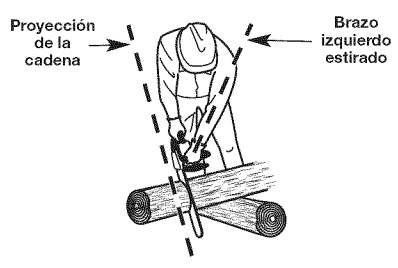

Fig. 15
- Sostenga el brazo izquierdo "derecho" a fin de soportar cualquier fuerza de contragolpe (Fig. 15).
- Todas las partes del cuerpo deben quedar a la izquierda de la proyección horizontal de la cadena (Fig. 15).